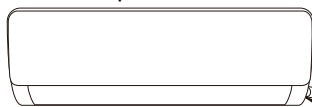
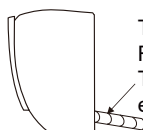

Fig. 1
Fig. 2
1. Selon la position de l'unité, la tuyauterie peut être acheminée latéralement depuis la gauche ou la droite (Fig. 1), ou verticalement depuis l'arrière (Fig. 2) (en fonction de la longueur du tuyau de l'unité intérieure). En cas de routage latéral, coupez le stock de coupe de sortie du côté opposé.